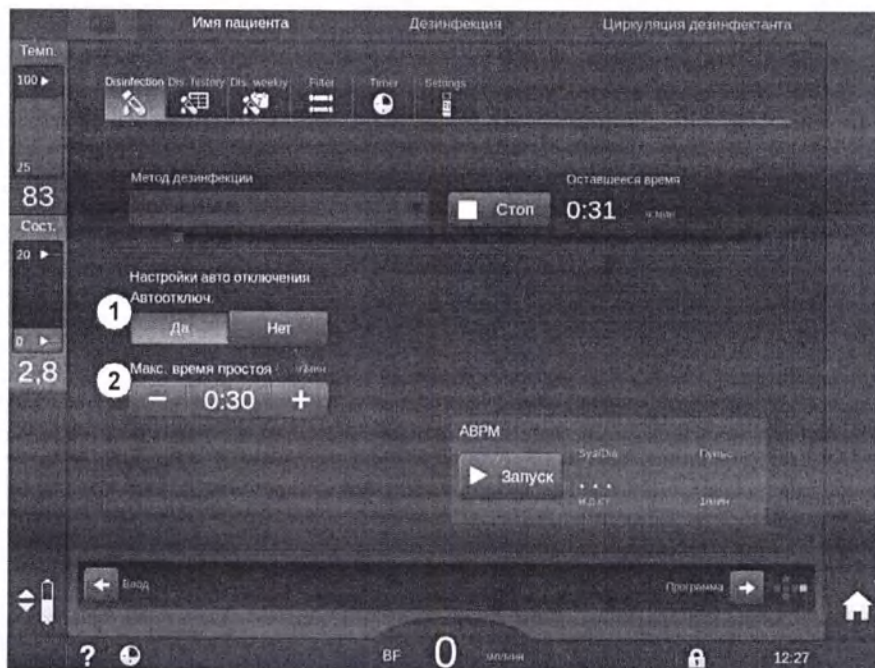

Рис. 7-15 Выполняется дезинфекция - активировано *Автоматическое выключение*
После выбора экрана дезинфекции отображаются предварительные настройки для функции *Автоотключ.* (Да или Нет, а также максимальное время режима ожидания, если выбрано *Да*). Настройки этой функции можно изменить в любое время до или после начала дезинфекции путем нажатия на *Автоотключ.*, *Да* или *Нет* (Рис. 7-15, ①).